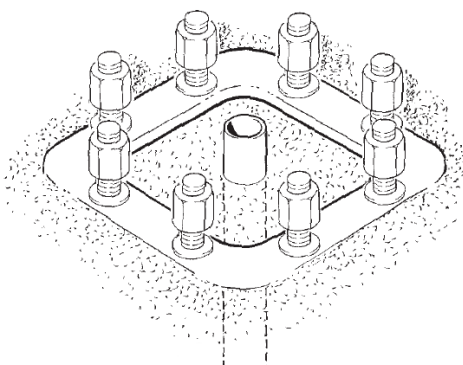

fig.19
4. Predisporre, quando previsto, l'inserimento nel plinto di un tubo adatto al passaggio del cavo elettrico che dovrà alimentare la gru a bandiera (fig.19).